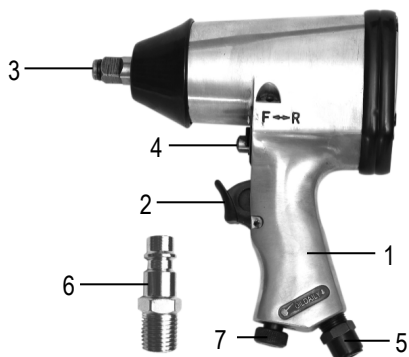

Рис. 1: Обзор аппарата
- Добавьте 3-5 капель масла во входной штуцер (рис. 1, поз. 5) нажав при этом на спусковой рычаг (рис. 1, поз. 2). Дайте инструменту поработать на холостом ходу в течение небольшого времени.
При эксплуатации без мини-масленки необходимо смазывать инструмент перед каждым использованием. Для этого достаточно 4–5 капель масла, предназначенного для смазки пневматических инструментов, нанесенных внутрь входного штуцера (рис. 1, поз. 5). Применяйте 4-5 капель масла для пневмоинструментов перед каждым использованием и через каждые 15 минут работы в непрерывном режиме.
Выберите необходимую сменную торцевую головку и установите её на присоединительный квадрат (см. рис. 1, поз. 3). Убедитесь в том, что оснастка прочно закреплена на присоединительном квадрате.
Установите необходимое направление вращения при помощи переключателя (см. рис. 1, поз. 4), следуя при этом следующим указаниям:
- ✓ Для закручивания болтов переведите переключатель (см. рис. 1, поз. 4) в положение F. Аппарат переключается с левого (против часовой стрелки) вращения на правое (по часовой стрелке).
✓ Установка крутящего момента производится посредством регулятора уровня мощности (рис. 1, поз. 7). Для этого нажмите на переключатель и измените положение переключателя в необходимую позицию: